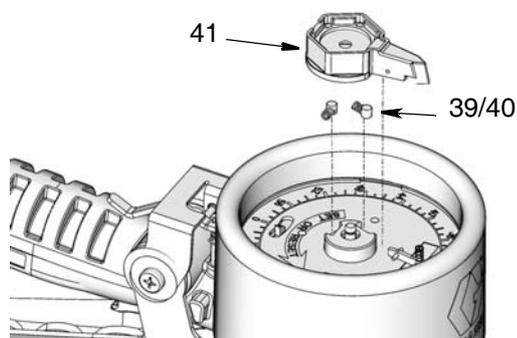

ABB. 34
4. Zeiger (41), Federn (39) und Stifte (40) wie in ABB. 34.